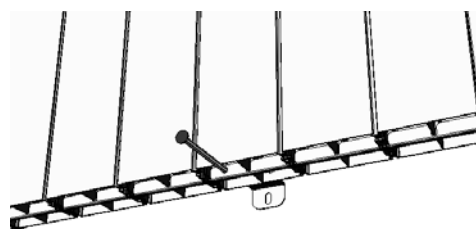

Figure 6
- Une fois l'unité accrochée au mur, marquez le trou libre du support mural (voir figure 6).
- Pour finir, suspendez le chauffage aux crochets et vissez le support mural fermement au mur (voir figure 6).